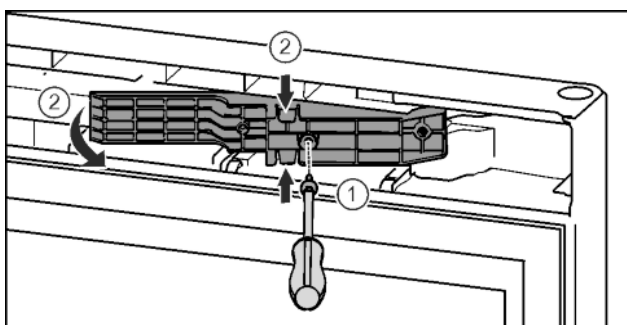

Fig. 16*
- ▶ Schroeven met schroevendraaier T15 losdraaien.* Fig. 16 (1)
- ▶ Adapterstuk eruit trekken.* Fig. 16 (2)